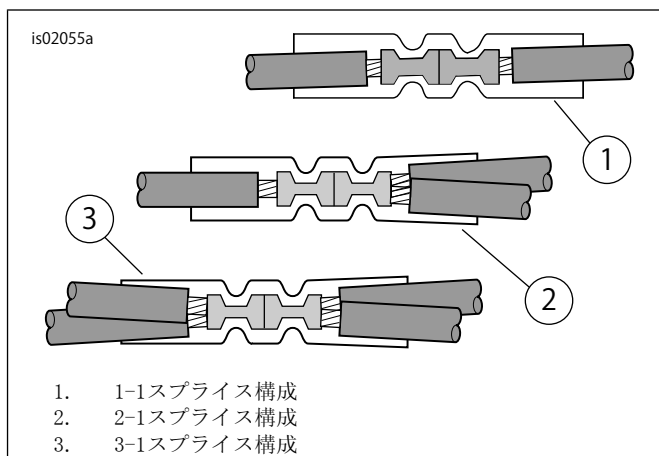
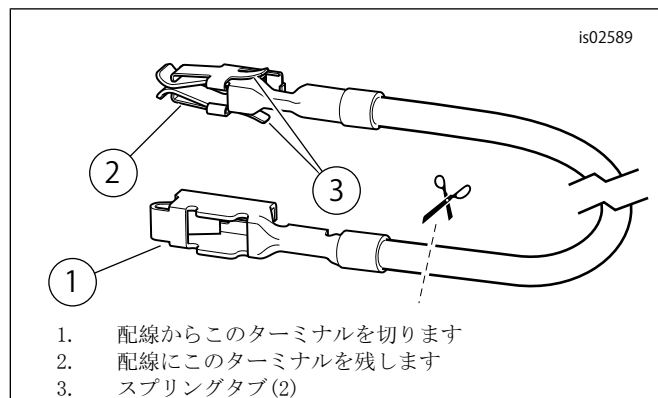
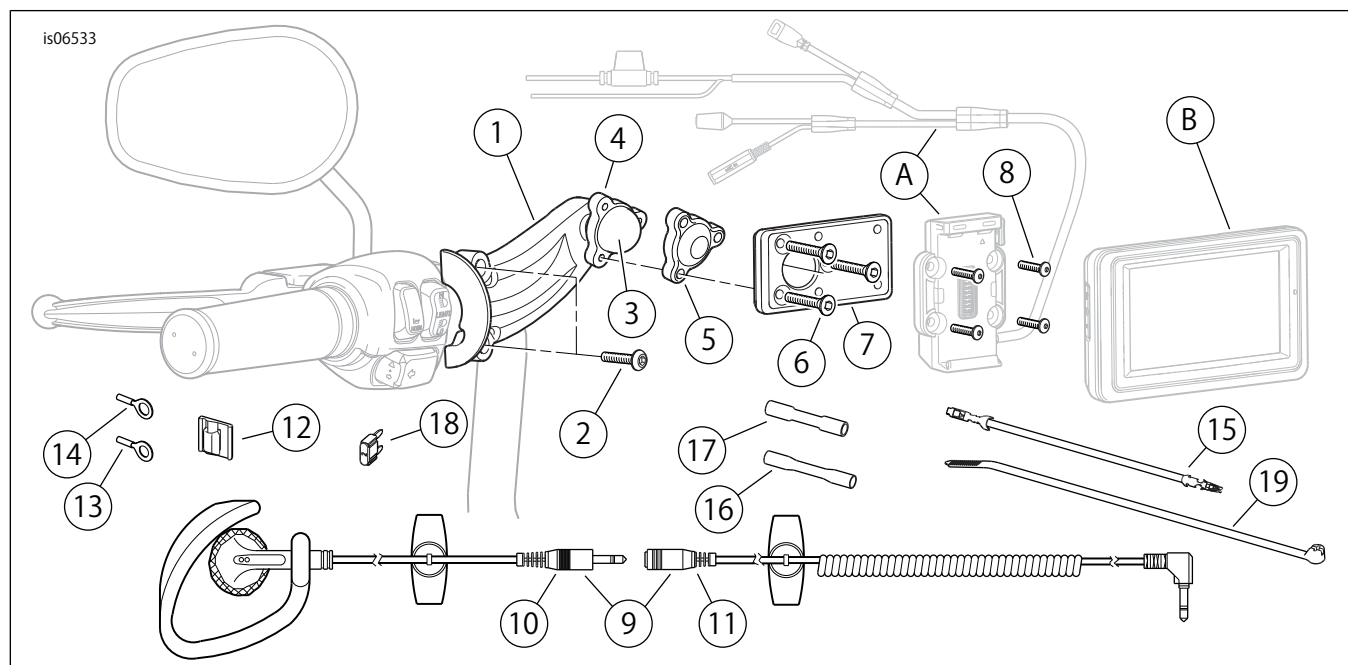

図6。スプラインの設定
図7. ヒューズブロックアダプターワイヤー(DynaとSoftail)
図16。Road Tech Zumo 660およびZumo 665 GPSハンドルバーマウントキットの交換用パーツ
4. 「図16」を参照してください。キットからシールドスプラインコネクタ(3)を取り出します。「図6」の「2-1スプライン構成」を参照します。サービスマニュアル付録の説明に従い、Zumoワイヤーハーネス電源リードをメインハーネスのオレンジ/白ワイヤーに接合します。
3. 「図16」を参照してください。キットからオレンジ/白ヒューズブロックアダプターワイヤー(15)を取り出します。各末端のターミナルを確認します(「図7」を参照)。スプリングタブ付きターミナルのみが、このヒューズブロックに適合します。ワイヤーから慎重に未使用のターミナルを切り取り、廃棄します。
- 「図16」を参照してください。キットから青色のシールドスプライスコネクター(17)を取り出します。「図6」の「1-1スプライス構成」を参照します。サービスマニュアル付録の説明に従い、Zumoワイヤーハーネス電源リードをアダプターのワイヤーに接合します。
- 「図16」を参照してください。キットから青色のシールドスプライスコネクター(17)を取り出します。「図6」の「2-1スプライス構成」を参照します。サービスマニュアル付録の説明に従い、Zumoワイヤーハーネス電源リードを切断したオレンジ/白のワイヤーに接合します。
- 「図16」を参照してください。キットからオレンジ/白ヒューズブロックアダプターワイヤー(15)を取り出します。各末端のターミナルを確認します(「図7」を参照)。スプリングタブ付きターミナルのみが、このヒューズブロックに適合します。ワイヤーから慎重に未使用のターミナルを切り取り、廃棄します。
- 「図16」を参照してください。キットの2アンペアヒューズ(18)を「P&A IGN」ヒューズキャビティに挿入し回路を完成させます。
3. 「図16」を参照してください。キットから青色のシールドスプライスコネクター(17)を取り出します。「図6」の「2-1スプライス構成」を参照します。サービスマニュアル付録の説明に従い、Zumoワイヤーハーネス電源リードをメインハーネスのオレンジ/白ワイヤーに接合します。
- 「図16」を参照してください。オレンジ/白色のZumoハーネスワイヤーから余分な長さを切断します。キットから青色のシール付きスプライスコネクター(17)を使用して、ステップ4で取り付けしたアダプターワイヤーにワイヤーを接合します。
- 「図16」を参照してください。オレンジ/白色のZumoハーネスワイヤーから余分な長さを切断します。キットから青色のシール付きスプライスコネクター(19)を使用して、ステップ4で取り付けしたアダプターワイヤーにワイヤーを接合します。
- 「図16」を参照してください。キットから青色のシールドスプライスコネクタ(17)を取り出します。「図6」の「2-1スプライス構成」を参照します。サービスマニュアル付録の説明に従い、Zumoワイヤーハーネス電源リードをメインハーネスのオレンジ/白ワイヤーに接合します。